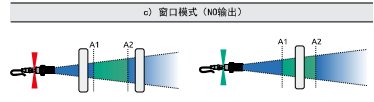

图 18 - 在量程内时触发 (A1 < S < A2)
- 当物体位于配置范围内的距离（S）时，输出信号被切换。工作原理如图 18 所示。当物体不在或超出配置范围时，输出打开。操作时需要设置用户范围：A1 < A2。